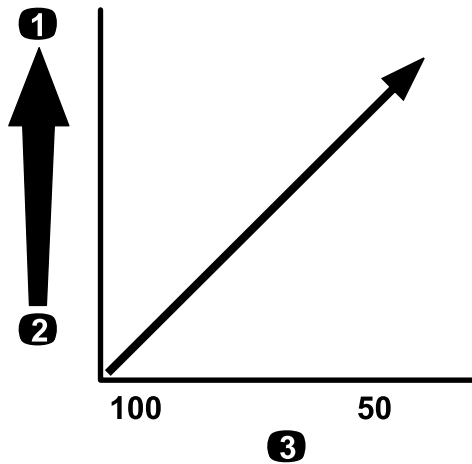

图 27
**重要事项** 当使用更高粘度更稠的化学品或含可湿性粉剂的溶液喷洒时可能需要使用适用于可选喷嘴尖过滤器的更粗网孔请参阅图 27。